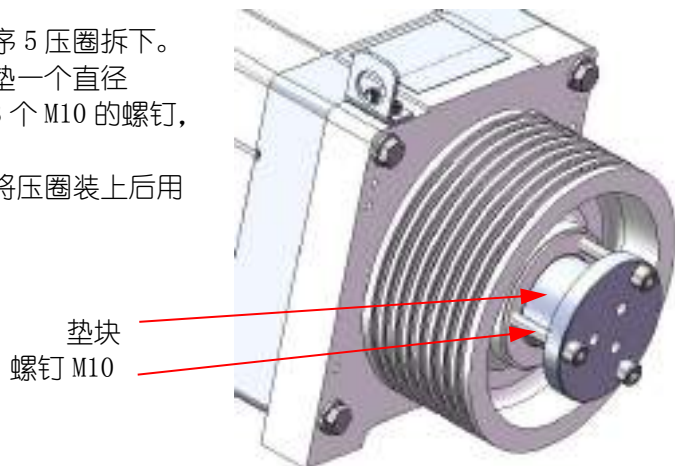

图 5. 曳引轮拆卸示意图
- 步骤 2: 如图 5 所示, 在压圈 5 和主轴之间垫一个直径不大于 65mm 的垫块, 均匀地拧入 3 个 M10 的螺钉, 可将曳引轮从主轴上卸下。